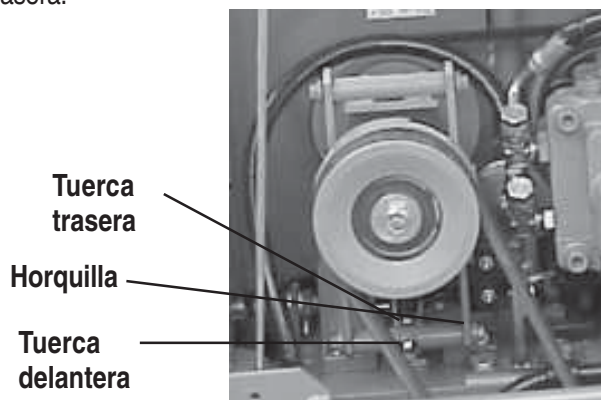

Figura 32. Ajuste del embrague de vibración
2. Afloje las tuercas delanteras y traseras al final del cable del embrague de vibración (Figura 32).